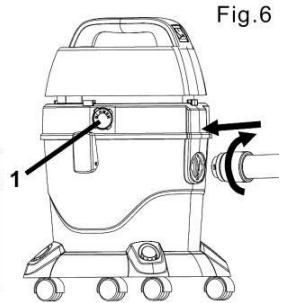

Fig.6
Etape 6 : Insérez l'embout d'insertion du tuyau dans la cuve (pour la fonction aspirateur) ou dans l'emplacement « blower » (1) du corps principal (pour la fonction souffler). Faites-le tourner doucement vers la droite pour attacher le tuyau et assurez-vous qu'ils soit bien imbriqué (Fig. 6).